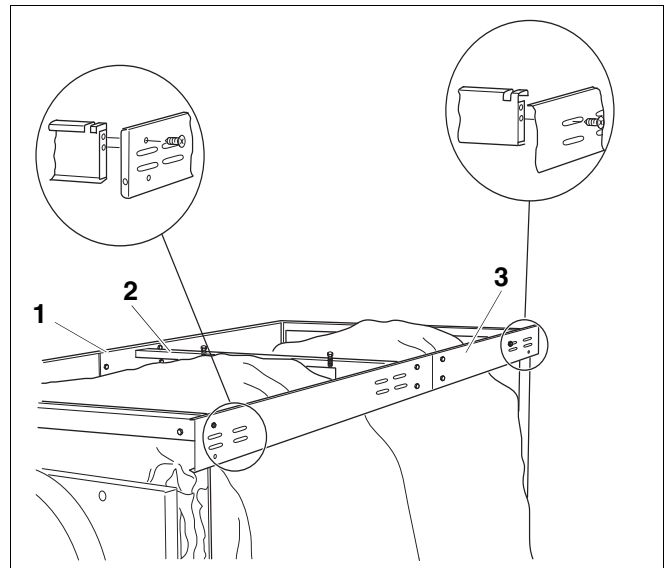

Рис.20 Крепление траверсы
- ▶ Траверса крепится одним саморезом спереди в обычное отверстие и одним саморезом сзади в удлиненное отверстие (рис. 20).